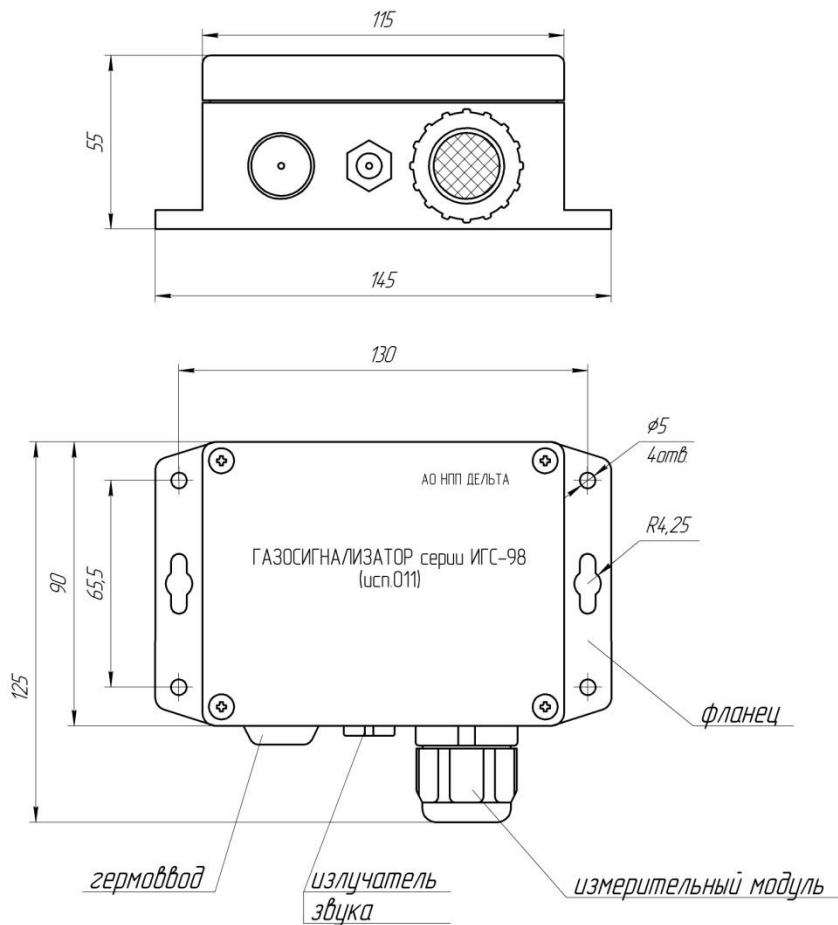

Рис.1 Габаритный чертёж газосигнализатора
2.1. Конструктивно ГС выполнен в корпусе из поликарбоната с прозрачной крышкой. Габаритный чертеж ГС приведен на рис.1.